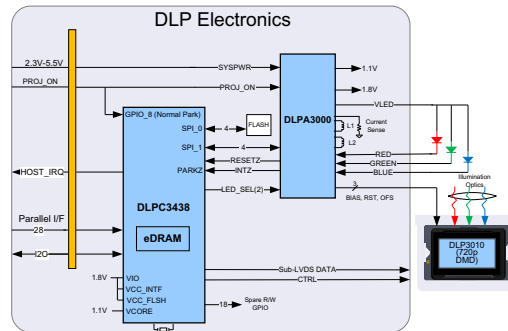

图 6. 采用 DLP3010、DLPC3438 和 DLPA3000 的 DLP 电子模块系统方框图。
- 图 6 展示了移动智能电视应用的典型 DLP 电子模块系统方框图。主要组件有 DLP 控制器、DLP 芯片组电源管理 IC 和 LED 驱动电路。